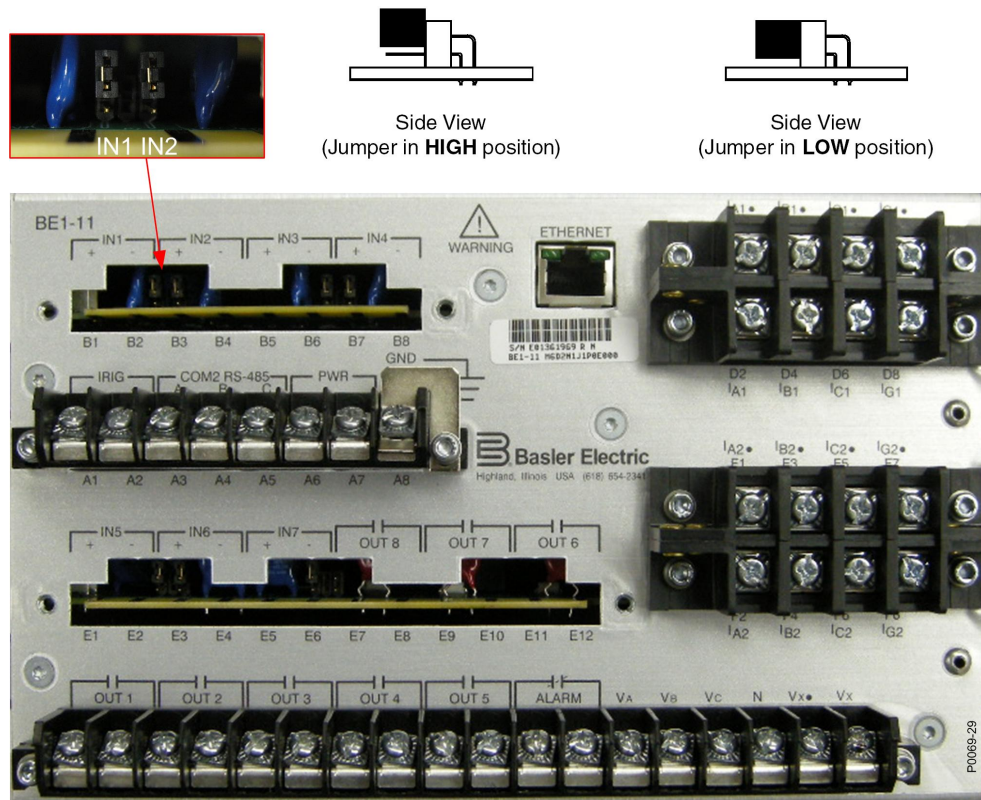

Figura 4-1. Ubicaciones del puente de detección de contacto (Opción de E/S estándar)
3. Utilizando las etiquetas de entrada en el panel trasero como guía, ubique el bloque de terminales del puente correspondiente que está montado en la placa de circuitos. Cada bloque de terminales tiene dos grapas. Con el puente como se instaló en la fábrica, una grapa debe quedar visible cuando se lo observa desde la parte posterior de la unidad. Esta configuración les permite a las entradas operar en el extremo superior del rango de tensión de control. La Figura 4-1 ilustra la ubicación de los puentes de detección de contacto. Los puentes se muestran en la posición ALTA.